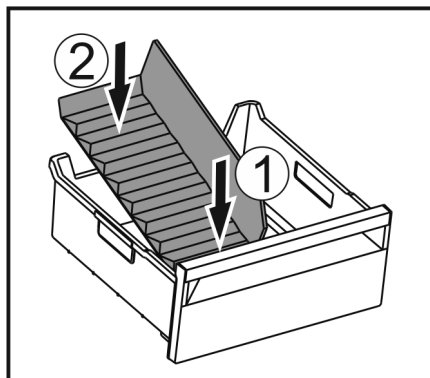

Fig. 117
- Поставете предната част на разделителя на отделението за лед. Fig. 117 (1)
- Спуснете задната част на разделителя на отделението за лед до дъното на чекмеджето. Fig. 117 (2)